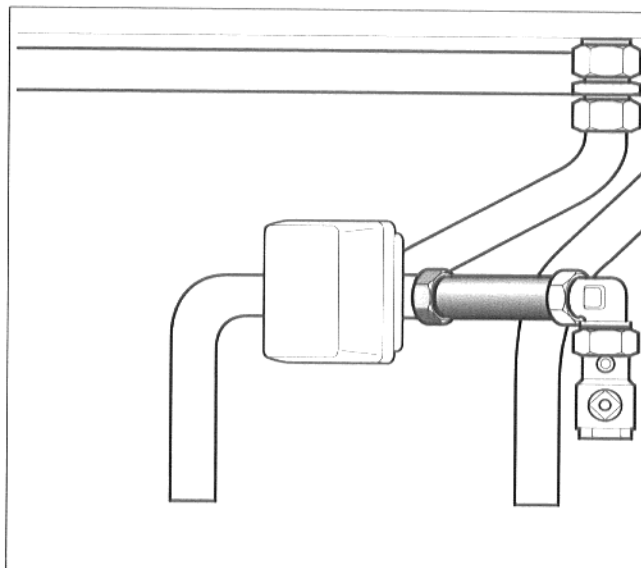

Fig. 11: tubo di mandata, rubinetto di manutenzione
- Montare alla mandata caldaia il tubo di mandata tra la valvola a tre vie ed il rubinetto di manutenzione (Fig. 11).